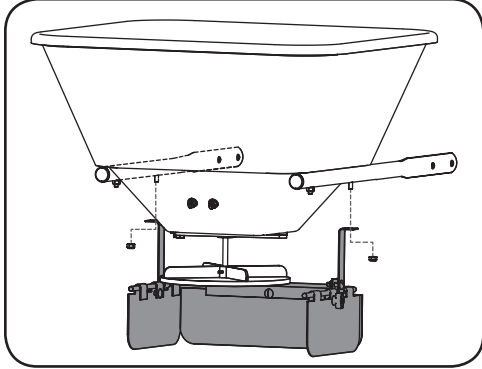

Figura 2-9
- Alinee el deflector hacia arriba de modo que el orificio de las placas del deflector esté orientado hacia atrás. Sujete el deflector a los pernos delanteros del tubo de la tolva/ el chasis con dos tuercas hexagonales del paquete de elementos de ferretería 3032810. Consulte la Figura 2-9.